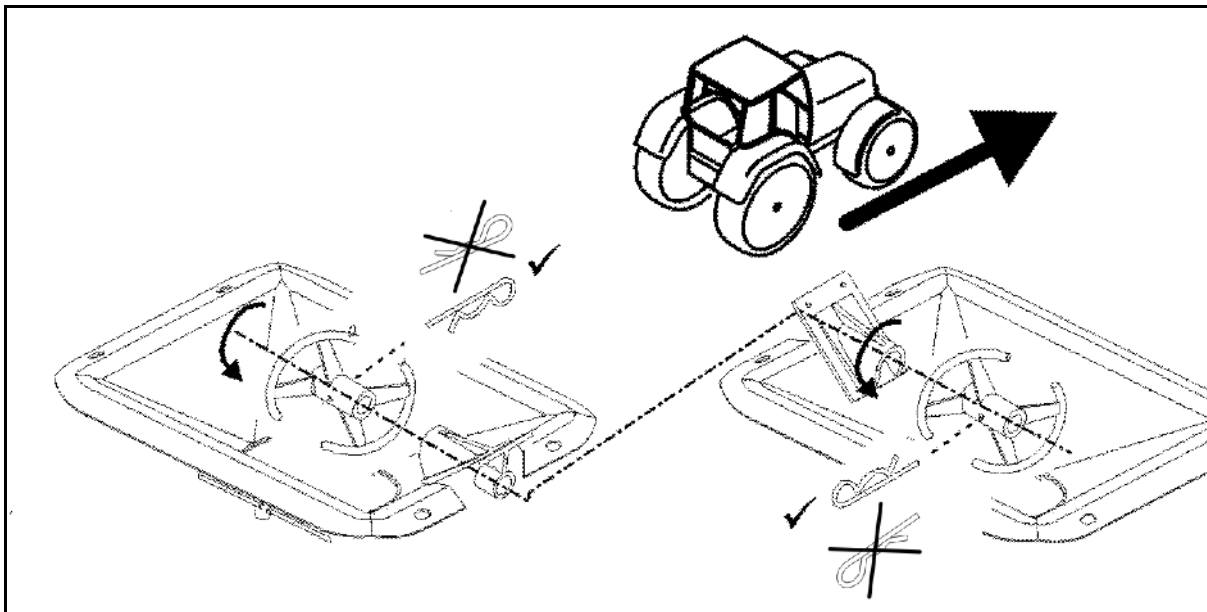

Bild 72
- 2 x 8 skruvar till bladfjädrarna (Bild 72/1)